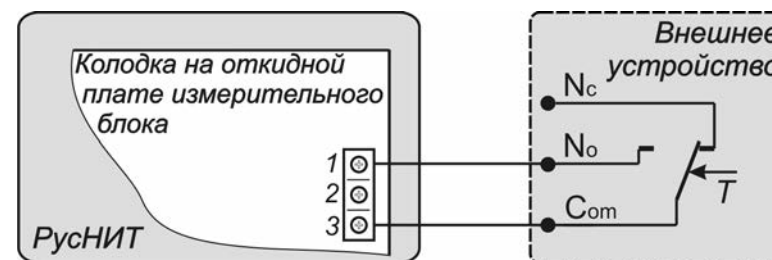

Рис.8. Подключение внешнего управляющего устройства.
- подключить внешнее устройство к клеммам 1 и 3 по схеме Рис.8.